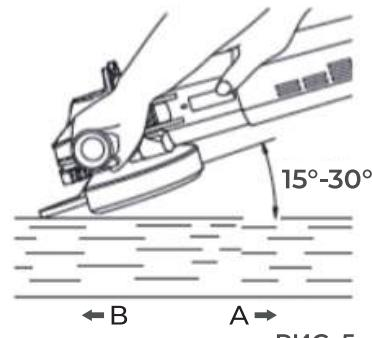

РИС. 5
- В общем плане, держите край круга или диска под углом примерно в 15-30 градусов к поверхности обрабатываемой детали (Рис. 5).